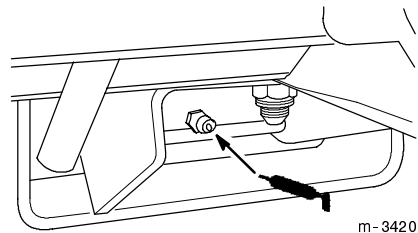

Abbildung 33
- Den Nippel am Bremspedal einfetten (Abb. 33).